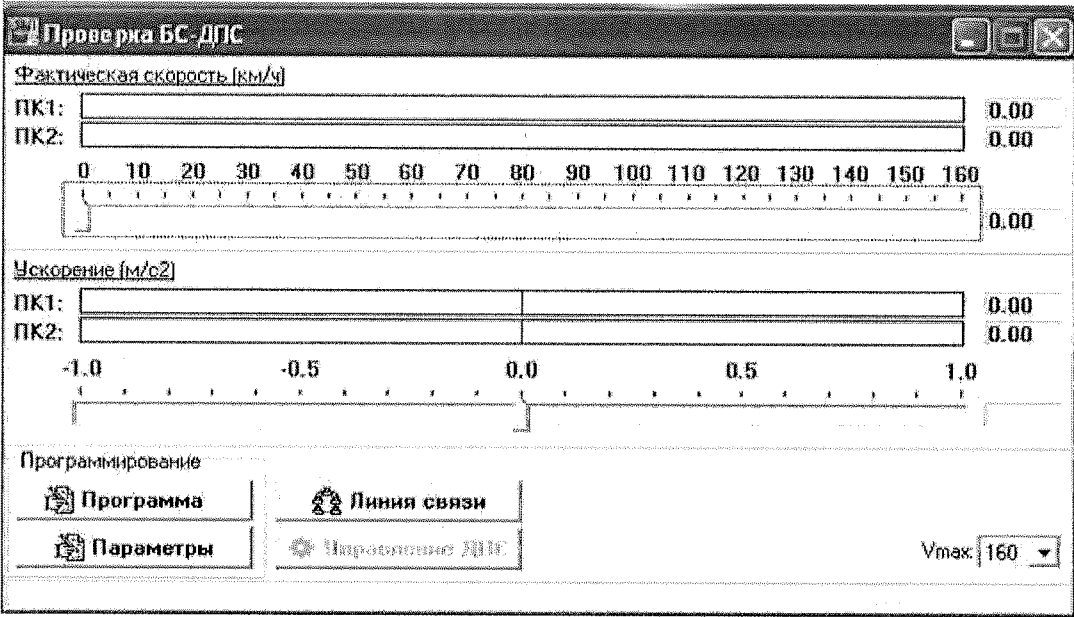

Рисунок 35
1.6.8 Режим «БС-ДПС» главного меню (рисунок 35) позволяет изменить